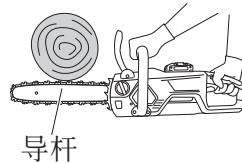

图 24
(5) 当从底部切入木头时, 使导杆上部稍微接触木材。(图 24)
(6) 同时要仔细学习操作说明, 确保在使用前知晓电链锯操作的实用说明, 或者至少要通过在锯架上锯割各种长度的原木来实际练习如何使用电链锯。
(7) 在锯割原木或不支持的木材时, 在锯割过程中请使用锯架或其他妥善方式将其固定并妥善支撑。